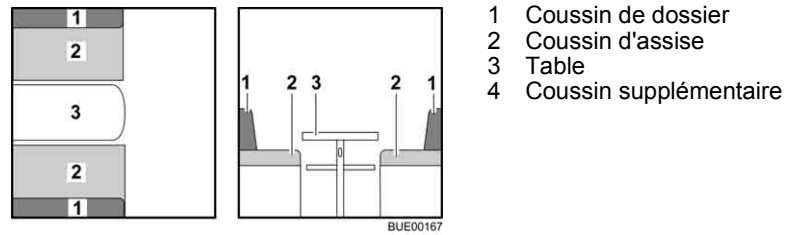

Fig. 89 Avant la transformation
- Convertir la table (Fig. 89,3) en sommier de lit (voir paragraphe 6.11).
- Enlever les coussins de dossier (Fig. 89,1) et les placer de côté.